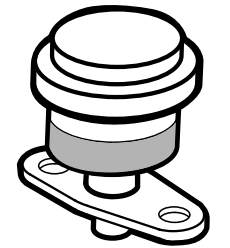

Figura 50
1. Compruebe el indicador de obstrucción del filtro. Si el indicador se ve rojo, es necesario cambiar el filtro de aire (Figura 50).